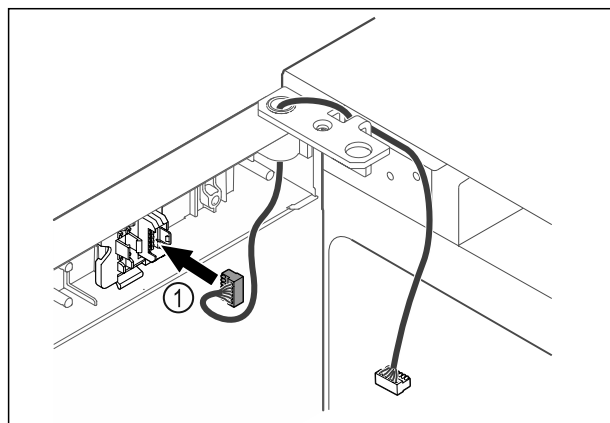

Fig. 47
- Sätt in kontakten Fig. 47 (1) i kontakthållaren.